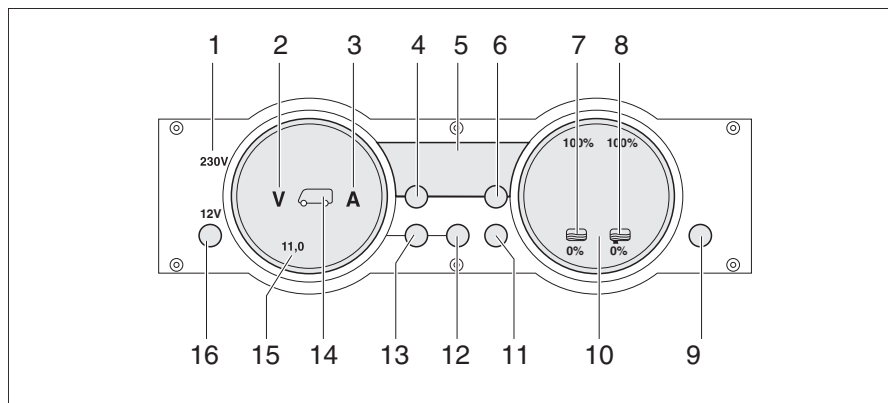

Fig. 271 Panneau de contrôle MP 20-S
Le voyant de contrôle 230 V (Fig. 271,1) s'allume si l'arrivée du bloc électrique est sous tension de réseau.
L'interrupteur principal 12 V (Fig. 271,16) établit ou coupe le panneau de contrôle et l'alimentation 12 V de la cellule.
- Appuyer brièvement sur la touche "12 V" (Fig. 271,16). L'alimentation 12 V de la cellule est enclenchée. L'indicateur de contrôle "12 V" s'allume.
- ▷ La tension de la batterie de cellule est trop faible quand les DEL "11,0" de l'affichage en Volt et le symbole Volt "V" (Fig. 271,2) clignotent dans l'indicateur des batteries (Fig. 271,15) après la mise sous tension. Charger la batterie.
- ▷ La coupure de batterie est active quand l'indicateur de contrôle "12 V", le symbole de la batterie de cellule (Fig. 271,14) et le symbole Volt "V" (Fig. 271,2) clignotent trois fois après la mise sous tension. Désactiver la coupure de batterie.
- Appuyer brièvement sur la touche "12 V" (Fig. 271,16). L'alimentation 12 V de la cellule est coupée. L'indicateur de contrôle "12 V" s'éteint.
- Appuyer sur la touche batterie de cellule (Fig. 271,12) et la maintenir enfoncée pendant 10 secondes environ. Les symboles Volt "V" (Fig. 271,2) et Ampères "A" (Fig. 271,3) clignotent trois fois. La batterie de cellule est coupée du réseau de bord de 12 V.
- Appuyer sur la touche "12 V" (Fig. 271,16) et la maintenir enfoncée pendant 5 secondes environ. Le symbole Volt "V" (Fig. 271,2) clignote trois fois. La batterie de cellule est branché au réseau de bord 12 V. L'indicateur de contrôle s'allume au bout d'env. 2 secondes.
- Appuyer sur la touche de la batterie de cellule «  » (Fig. 271,12). Le symbole Volt "V" (Fig. 271,2) s'allume. Le symbole Ampères "A" est, suivant son niveau de charge, blanc ou rouge. La tension de la batterie et le courant de la batterie de cellule sont affichés au moyens de DEL à l'intérieur de l'indicateur.
- Appuyer sur la touche de la batterie de démarrage «  » (Fig. 271,13). Le symbole Volt "V" (Fig. 271,2) s'allume. Des DEL à l'intérieur de l'indicateur indiquent la tension de la batterie de démarrage.
- Appuyer sur la touche des réservoirs «  » (Fig. 271,11). Les symboles réservoir d'eau «  » (Fig. 271,7) et réservoir d'eaux usées «  » (Fig. 271,8) s'allument. Des DEL à l'intérieur de l'indicateur indiquent le niveau du réservoir d'eau (échelle de gauche) et celui du réservoir d'eaux usées (échelle de droite).
Le symboles Volt "V" (Fig. 271,2) et les DEL "11,0" clignotent dès que la tension de la batterie descend en dessous de 11 V (mesurée en marche) et qu'il y a risque de décharge profonde de la batterie.
Le symbole du réservoir d'eau  (Fig. 271,7) ou celui du réservoir d'eaux usées  (Fig. 271,8) clignote quand le réservoir d'eau est vide ou que le réservoir d'eaux usées est plein.